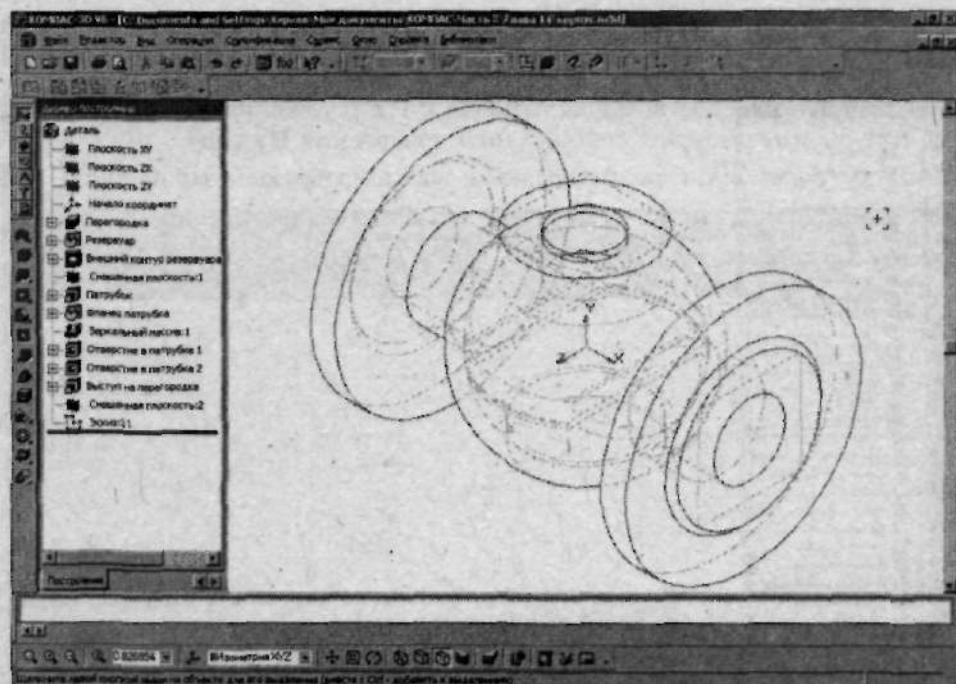

Рис. 2.154. Изменить ориентацию модели на #Изометрия XYZ
3. Измените текущую ориентацию объекта на **#Изометрия XYZ** (рис. 2.154).